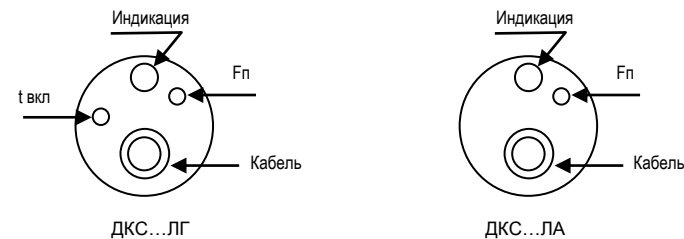

Рисунок 2 - Расположение органов регулировки и индикации на крышке корпуса
3.3 Расположение органов регулировки датчика показано на Рис. 2. Значение пороговой частоты  $F_p$  и длительность первоначальной задержки  $t_{вкл}$  (для изделий ЛГ) увеличиваются при вращении регулировки по часовой стрелке и уменьшаются при вращении против часовой стрелки.